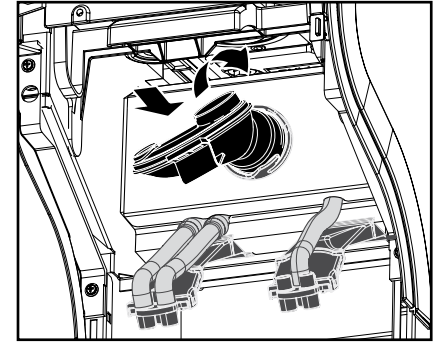

Рис. 30
- g. Вставить смесительную вставку с уплотнительным кольцом обратно и повернуть ее по часовой стрелке до упора. (Рис. 30)